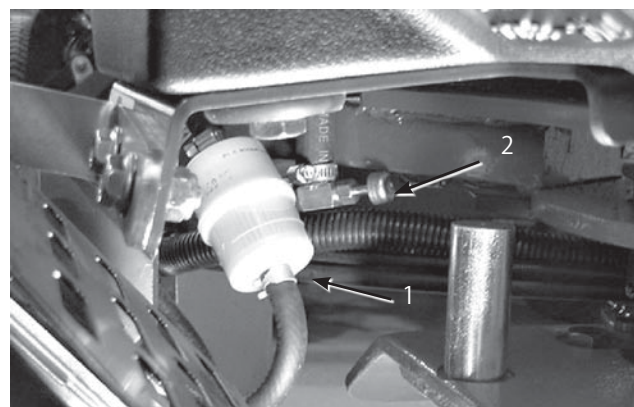

図50
3. 燃料バルブ (図50) を閉じる。
4. フィルタを固定しているホース・クランプをゆるめ、クランプをフィルタからはずす (図50)。
6. 新しいフィルタを取り付け、ホースをつないでクランプで固定する (図50)。
8. 燃料バルブ (図50) を閉じる。
2. 燃料バルブ (図50) を閉じる。
3. フィルタを固定しているホース・クランプをゆるめ、クランプをフィルタからはずす (図50)。
4. 燃料ラインからフィルタを外す (図50)。燃料バルブを開き、排出される燃料を容器に受ける。
5. 燃料ラインにフィルタを接続する。クランプで固定する (図 50)。